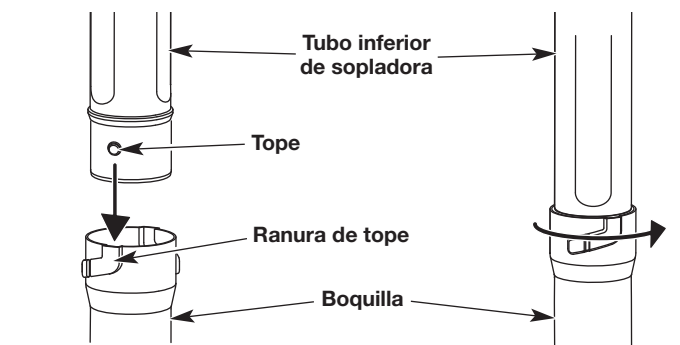

Fig. 4
1. Alinee el tope del tubo inferior de la sopladora con la ranura de tope de la boquilla (Fig. 4).
2. Inserte el tubo inferior de la sopladora en la boquilla (Fig. 4).
3. Mientras sostiene el tubo inferior, gire la boquilla en el sentido de las agujas del reloj hasta que calce en su lugar (Fig. 4).